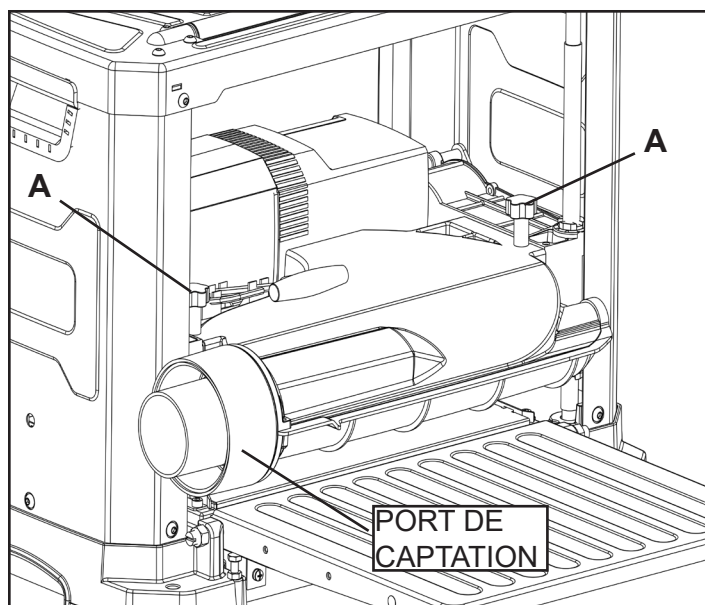

FIG. 2
2. Repérez les 2 poignées pour la chute. (A, Fig.2).